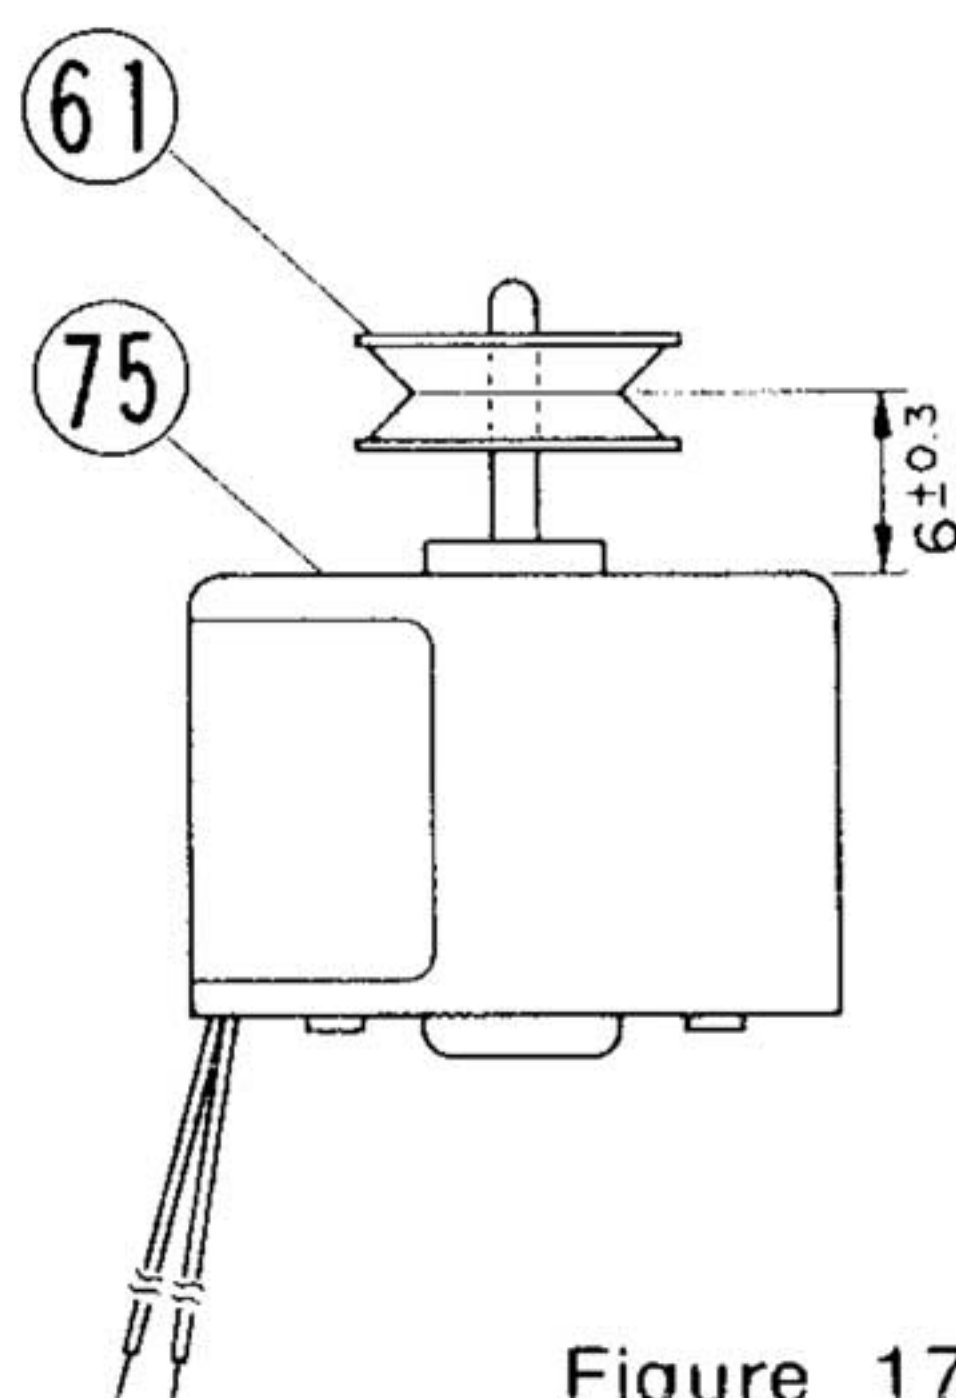
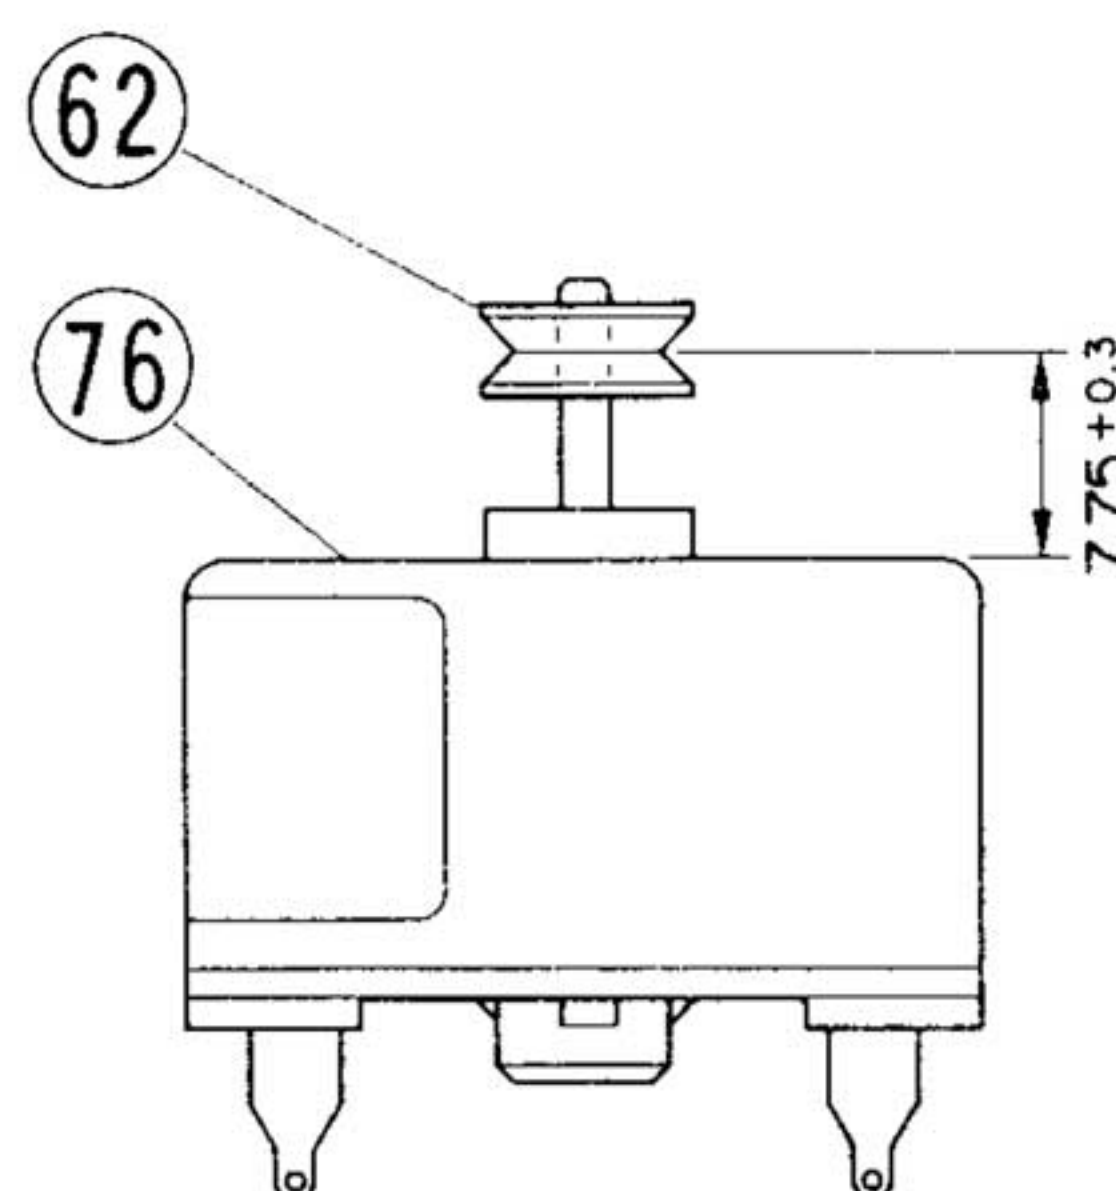

Figure 17
Figure 18
1. When the Pulley (61 or 62) is mounted to the Motor (75 or 76), make sure to have the specified clearance between the pulley and the motor referring to Fig. 17 and Fig. 18.
**(E) To REASSEMBLE, use DISASSEMBLY INSTRUCTIONS
1. プーリー(61)・(62)をモータ(75)・(76)に取り付ける際には図示された間隔を厳守する。(図17・18)